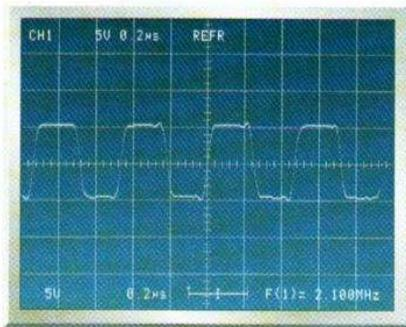

Figure 9 -
- figure 9: un signal carré à une fréquence de 2,100 MHz.